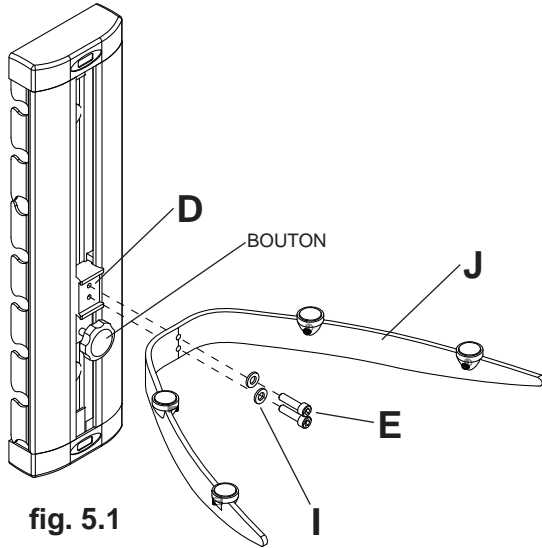

fig. 5.1
- 4 Fixez le support de plateau (J) à pince de fixation plateau (D) en utilisant deux vis M5 x 18mm (E) et les rondelles (I) le montre la figure 5.1 en utilisant une clé hexagonale de 4 mm (M). Réglez le niveau du support de plateau (J) à la hauteur désirée, puis serrez le bouton pour le fixer.